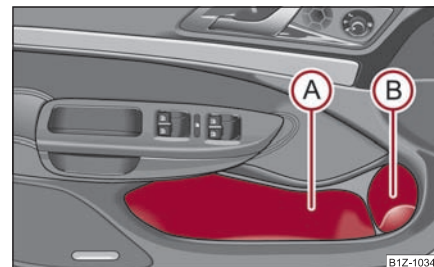

Fig. 125 Compartimentul de depozitare din ușile din față ►
Pentru a nu limita spațiul de desfășurare a airbag-ului lateral, utilizați zona (A) ⇒ fig. 125 a compartimentului de depozitare numai pentru depozitarea obiectelor care nu ies în afară. ■